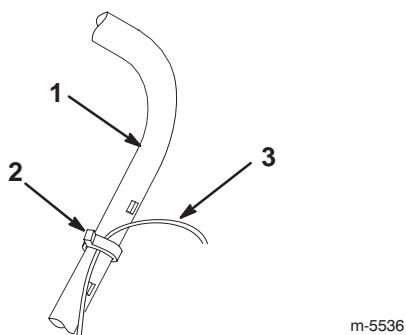

Bild 4
1. Schneiden Sie das Plastikband durch, mit der der Bowden-Zug am Griff befestigt ist (Bild 4).